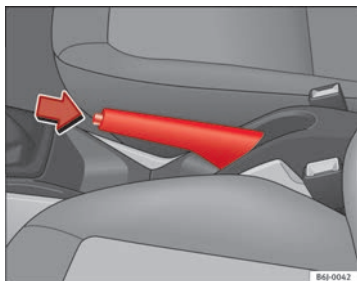

Abb. 119 Handbremse zwischen den Vordersitzen
⇒ Abb. 119.
- Ziehen Sie den Hebel etwas nach oben, drücken Sie die Entriegelungstaste in Pfeilrichtung ⇒ Abb. 119 und führen Sie den Handbremshebel ganz nach unten ⇒ ⚠.